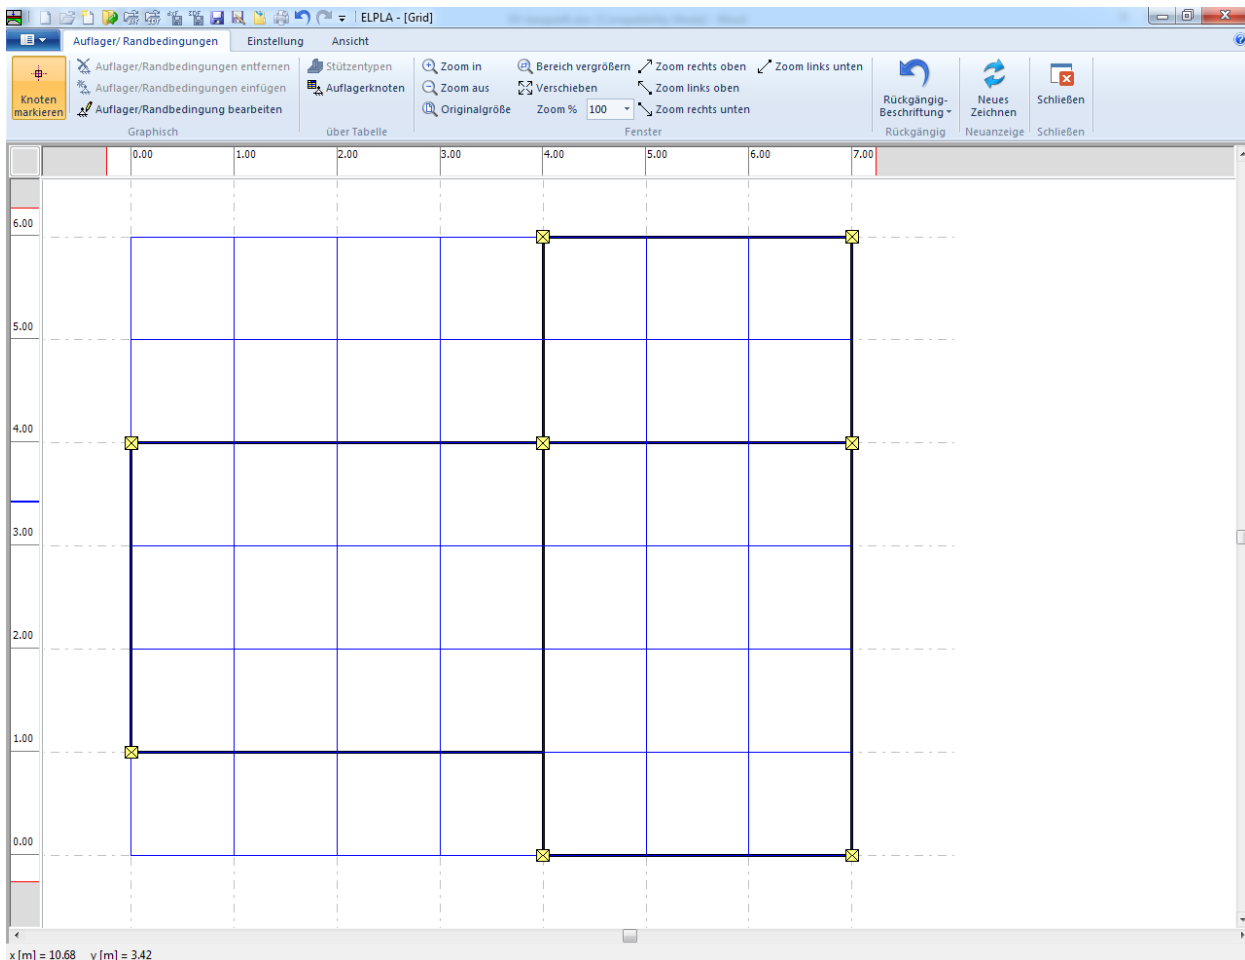

Bild 4.24 "Lastdaten" Fenster
- Wählen Sie den Befehl "Lastdaten" aus der Registerkarte "Daten". Das folgende Fenster (Bild 4.24) mit den Stäben auf dem Netz erscheint.
- Wählen Sie "Punktlasten" aus dem Menü "graphisch" im Fenster von Bild 4.24